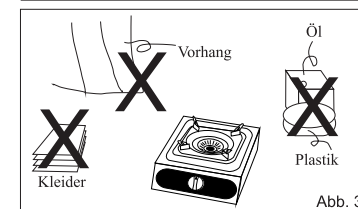

Abb. 3
- Sie sollten sicher sein, dass sich neben dem Gaskocher keine leicht brennbaren Stoffe befinden (Abb.3)